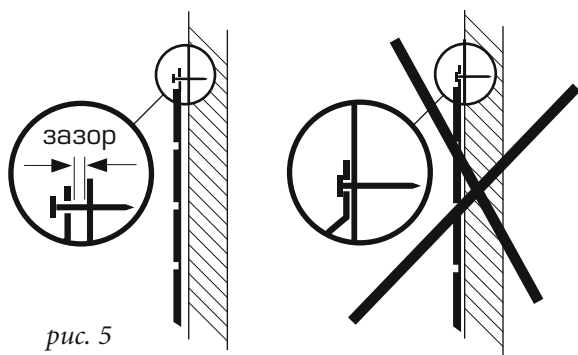

рис. 5
8. Устанавливая панели, оставляйте небольшое расстояние между верхним краем шляпки гвоздя (шурупа) и панелью, это обеспечит свободное расширение-сжатие (рис. 5)
б) делать зазоры между панелью и верхним краем шляпки гвоздя (шурупа) (рис. 5);